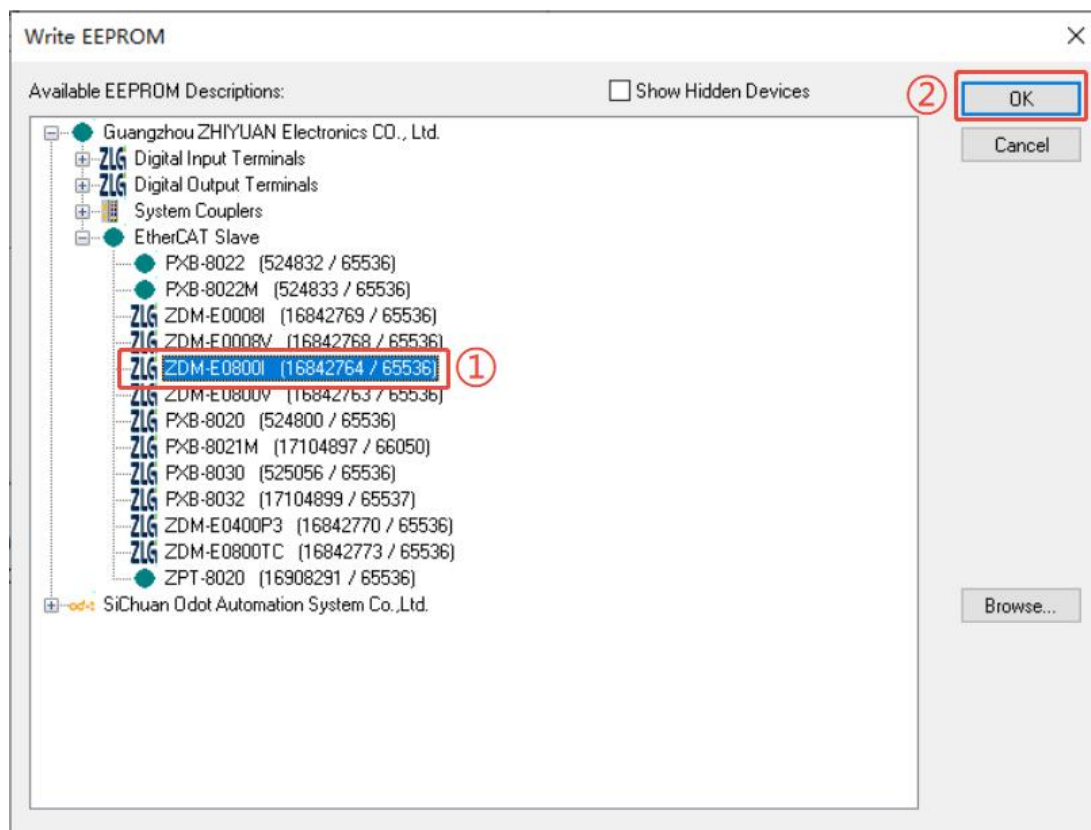

图 6.3 烧录 ESI 文件至 EEPROM
3. 跳转至烧录界面，选中需要烧录的 ESI 文件（此处以 ZDM-E0800I 为例），点击 OK 即开始烧录对应的 ESI 文件，如图 6.3 所示。